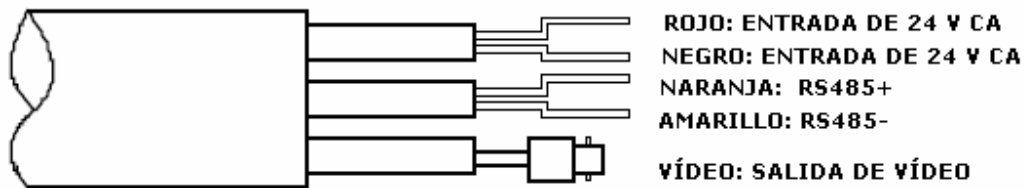

Figura 14
11. Conecte los cables de control del sistema siguiendo las indicaciones del a figura 14.